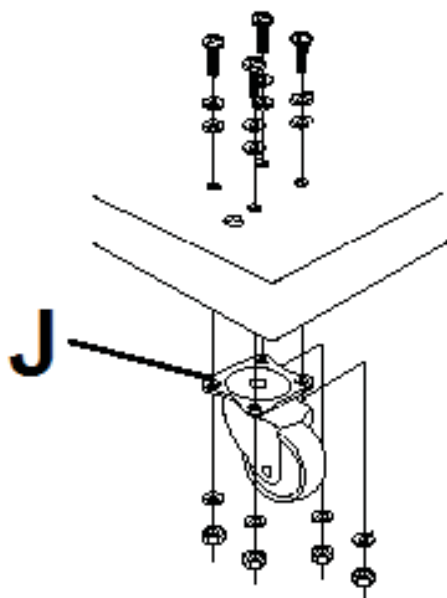

Рис. 3
- Прикрепите четыре ролика к нижней стороне основания при помощи болтов с контршайбами и гайками (рис. 3).